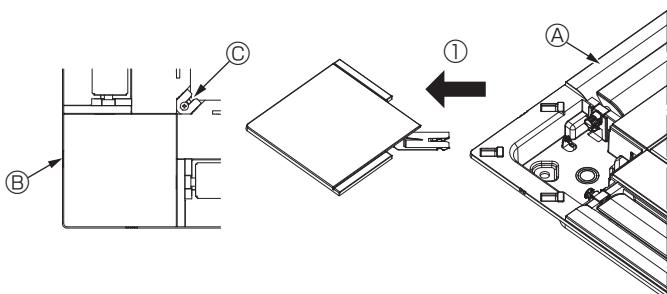

Fig. 6-4
6.2.2. Dépose du panneau d'angle (Fig. 6-4)
- Retirez la vis au coin du panneau d'angle. Pour retirer le panneau, faites-le glisser dans le sens indiqué par la flèche ①.